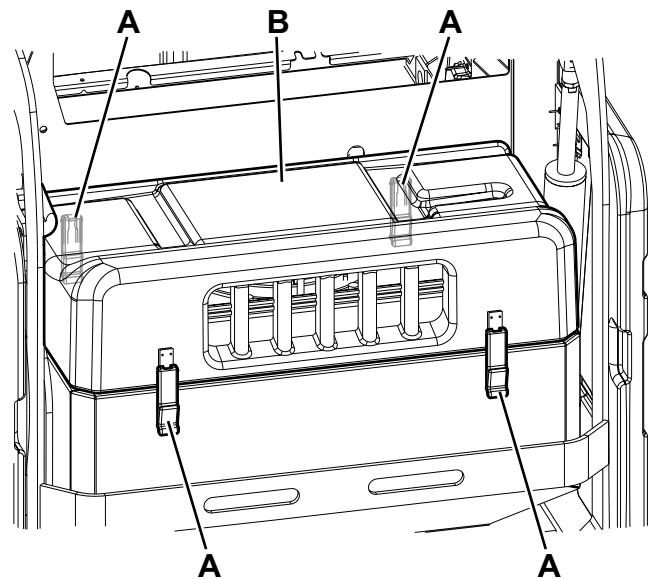

Abbildung 13
1. Gerät auf ebenem Untergrund abstellen, Feststellbremse betätigen und Zündschlüssel (61) auf „0“ drehen.
2. Die Batteriefachhaube (18) mithilfe des Griffs (41) heben und mit der Stange (52) abstützen, dann den Batteriesteckverbinder (45) abziehen.
3. Den Steckverbinder des Saugmotors (53) abziehen.
4. Haltevorrichtungen (A, Abb. 13) ausrasten und Haube der Sauganlage (B) abnehmen.